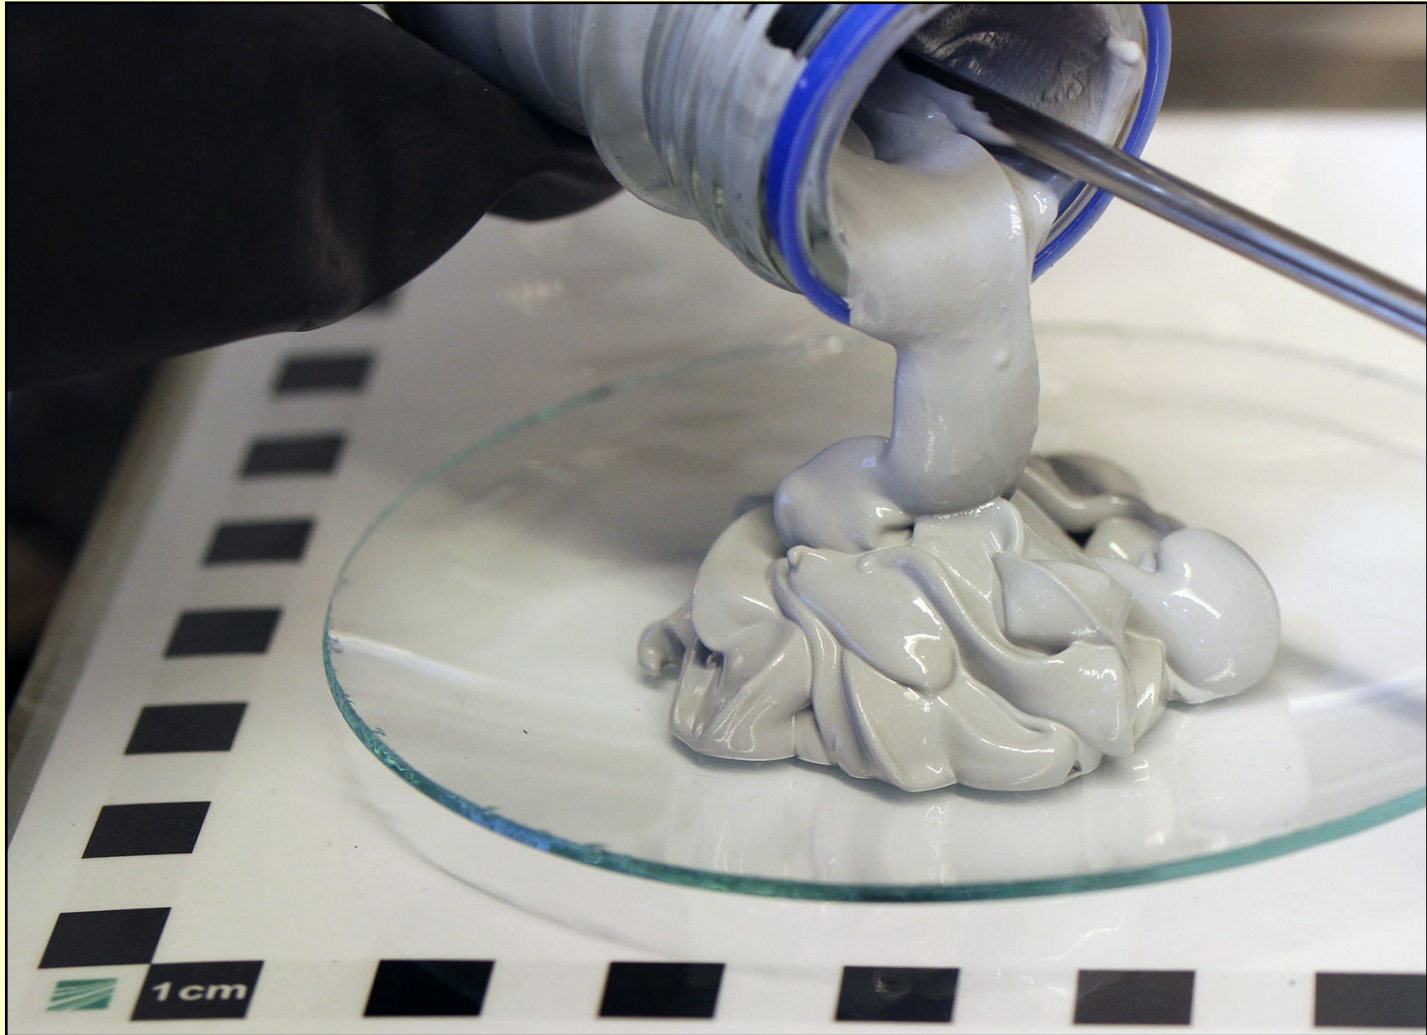

Figuur 64a: Waterstofbakfiets
Route ⑤ Om te komen tot een opdracht die paragraaf 7.2 dekt, kun je je samen met alle afbeeldingen van voertuigen van deze paragraaf die op waterstof (gaan) bewegen, laten inspireren door figuur 64a: ‘Waterstofbakfiets’ waarop ook een per definitie elektrische trolleybus te zien is en het NS-station met elektrische maar ook dieseltreinen die (deels) op waterstof kunnen gaan rijden. H2Platform, de bron van figuur 64a zegt van de bakfiets: “Hij heeft een elektrische trapondersteuning die energie krijgt van een brandstofcel op waterstof”. Ook meldt deze site dat dit instituut al eerder een step op waterstof ontwikkelde. Zie ook hydrocargo.nl. Als jij een E-bike hebt, zou je hem misschien in een **O&O**-ontwerpopdracht op waterstof kunnen gaan laten rijden. Een daartoe geschikte waterstofbinder is ook te zien op H2Platform: POWERPASTE. Deze bestaat uit magnesiumhydride (MgH_2) en andere bestanddelen om het in een pastavorm te krijgen. Na aanraking met water vallen de bestanddelen uiteen. Geef de reactievergelijking. Hydride is H^- . Dan komt de waterstof vrij om de brandstofcel in een scooter te voeden. Zie ook URL62a. Als je contact opneemt met een bedrijf in jouw buurt, kun je (eventueel in ruil voor zo ‘n mooi door jou te ontwerpen bord op je E-bike) info en/of adviezen krijgen. Succes! Regel met je docent of dit alles voor een cijfer kan.